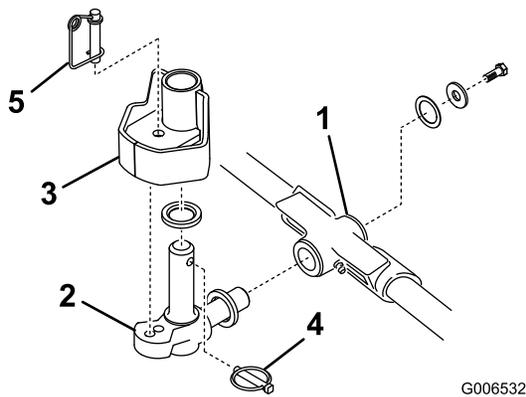

Bild 18
1. Setzen Sie eine Druckscheibe auf die horizontale Welle des Kreuzgelenks, wie in Bild 18 dargestellt.
2. Setzen Sie die horizontale Welle des Kreuzgelenks in das Befestigungsrohr des Trägerrahmens (Bild 18).
3. Befestigen Sie das Kreuzgelenk mit einer Druckscheibe, einer flachen Scheibe und einer Bundkopfschraube am Trägerrahmen (Bild 18).
4. Setzen Sie eine Druckscheibe auf die vertikale Welle des Kreuzgelenks (Bild 18).
5. Falls abgenommen, setzen Sie die vertikale Welle des Kreuzgelenks auf die Hubarmdrehnabe (Bild 18). Führen Sie das Kreuzgelenk zwischen den beiden Zentrierpuffern aus Gummi in die Unterseite der Lenkplatte des Hubarms ein.
6. Setzen Sie den Klappstecker in das Kreuzloch an der Kreuzgelenkwelle (Bild 18).
Hinweis: Wenn Sie eine fixierte Mähwerkstellung wünschen, setzen Sie den Lenkspernstift auf das Befestigungsloch des Kreuzgelenks (Bild 18).
11. Haken Sie den Federdraht unten um den Lenkspernstift (Bild 18).